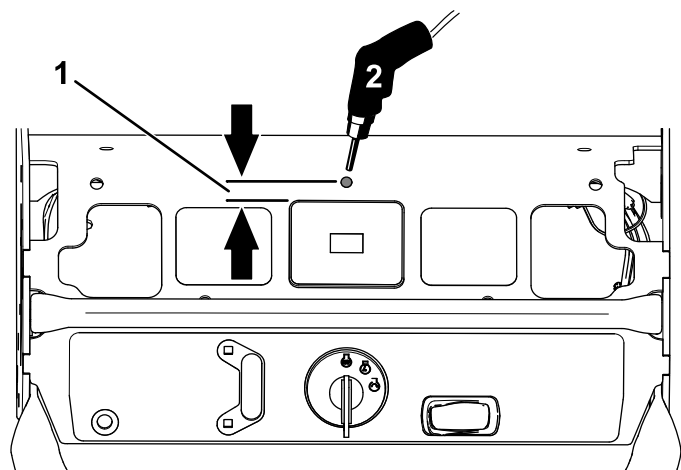

Рисунок 7
6. Просверлите отверстие (диаметром 12,7 мм) напротив счетчика моточасов для перекидного переключателя (Рисунок 7).